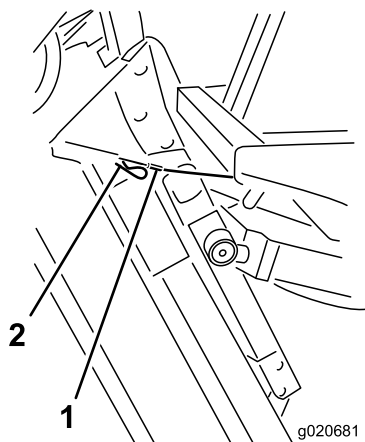

Figura 76
6. Sujetando la unidad de corte en posición vertical, coloque el extremo del cable sobre el pasador del brazo de elevación de la unidad de corte y fíjelo con el pasador de horquilla (Figura 76).